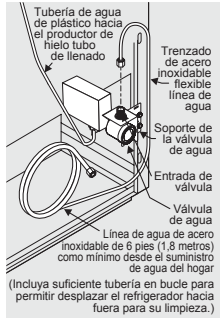

figura 2
- Si utiliza un tubo flexible de acero inoxidable trenzado** - la tuerca ya está montada en el tubo. Deslice la tuerca en la entrada de la válvula y apriete a mano la tuerca en la válvula. Aprieta otra media vuelta con una llave; NO apriete demasiado. Ver Figura 2